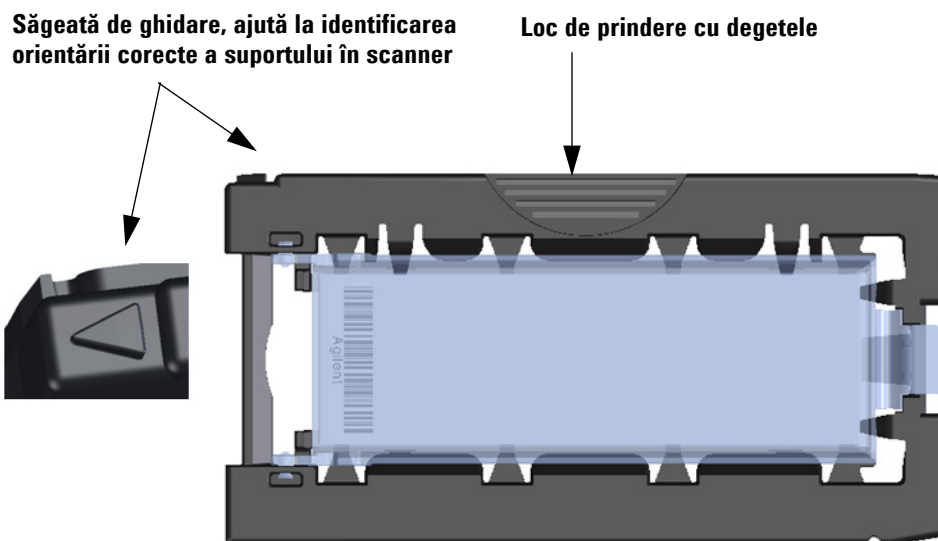

Figura 43 Suportul pentru lame cu elementele de orientare pentru introducerea corectă a lamelor de micromatrice în scanner
- 2 Pentru încărcare în scanner, se apucă suportul pentru lame numai de zona marcată. Orientarea suportului pentru lame în vederea introducerii corecte în scanner este indicată de săgeata din colțul stâng al suportului. Consultați Figura 43.